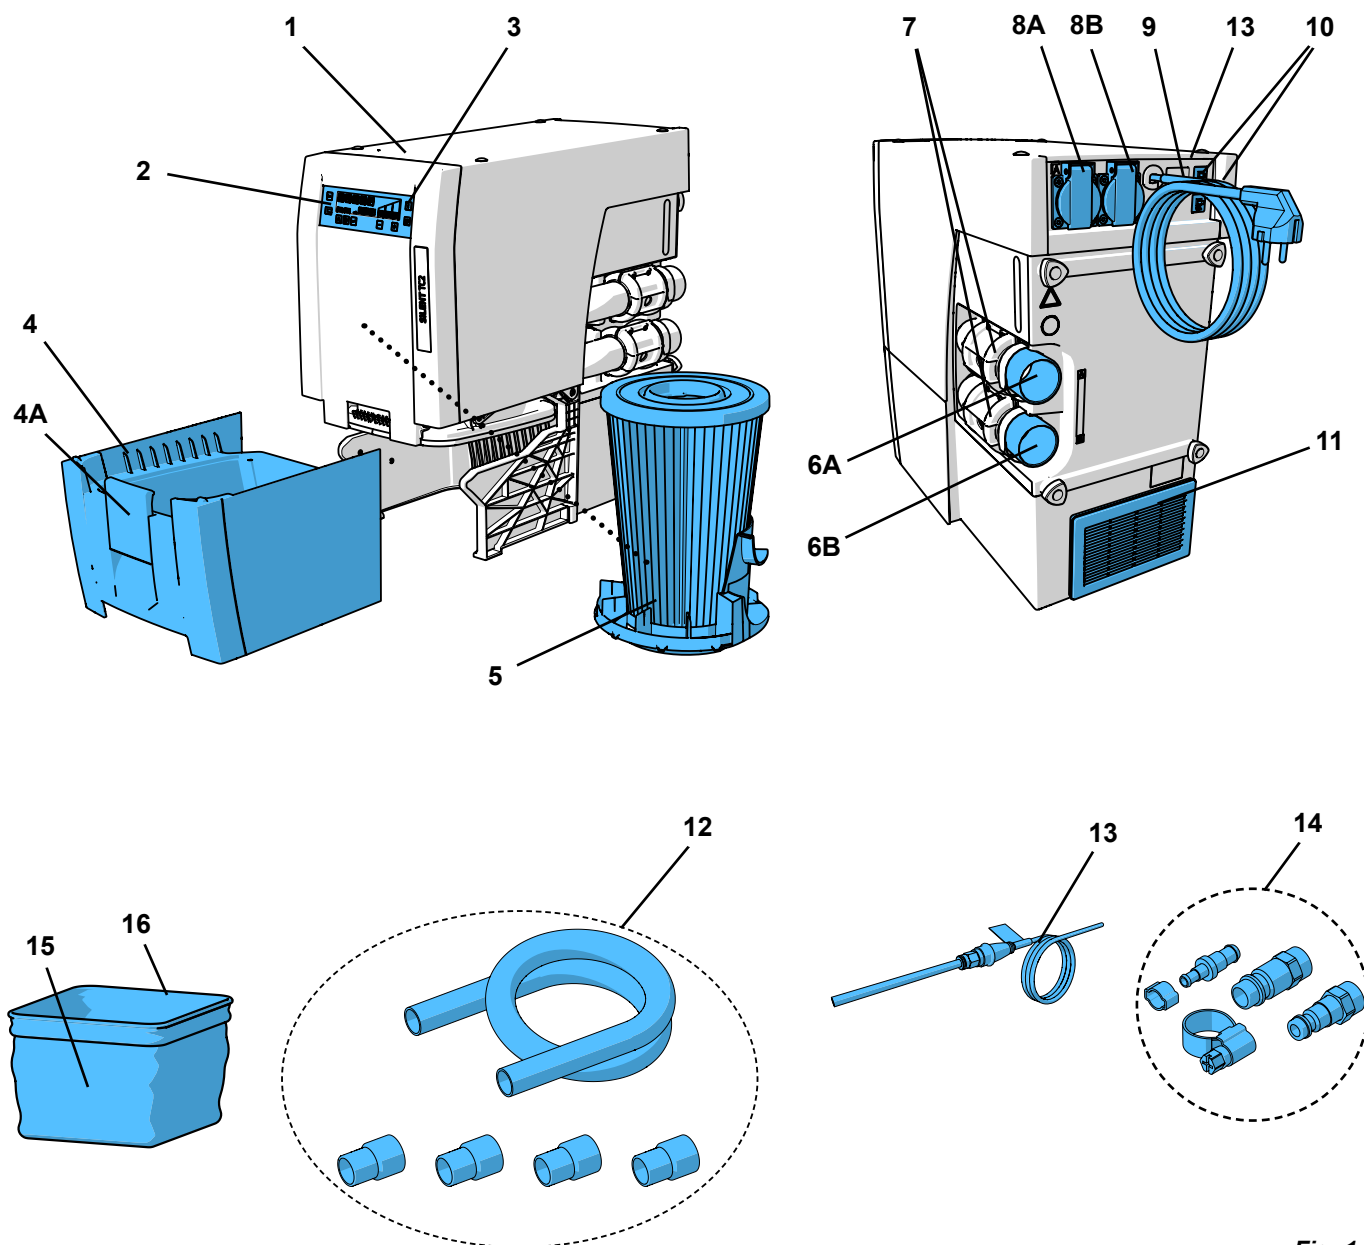

Fig. 1
- la fuoriuscita dell'aria di scarico (11, Fig. 1) non sia ostacolata.
- Utilizzare uno scarico aria esterno (A) (vedi cap. 4.7).
- Apertura sul lato posteriore dell'armadio (B), misure min. 250 x 120 mm, direttamente davanti all'uscita dell'aria (11, Fig. 1).
- Rimuovere il pannello posteriore dell'armadio (C), distanza del lato posteriore dell'armadio dalla parete min. 50 mm.
⇒ Svolgere il cavo di alimentazione (9, Fig. 1) e inserire la spina nella presa elettrica del locale.
⇒ scegliere il raccordo idoneo tra quelli forniti in dotazione (14, Fig. 1) e collegarlo all'estremità del tubo.